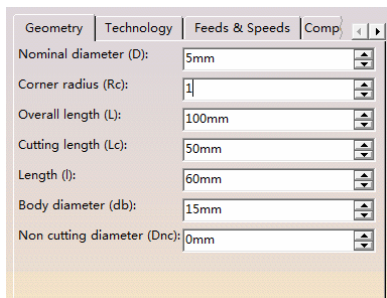

图 3-187 定义刀具参数（9）
- 单击 More 按钮，单击“Geometry”选项卡，定义刀具参数（9）如图 3-187 所示。